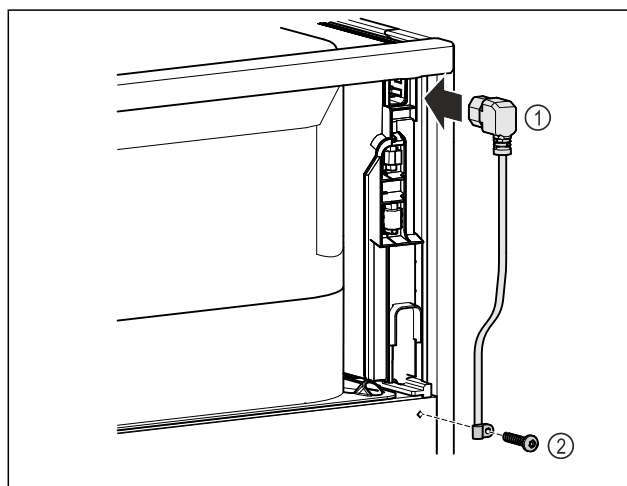

Fig. 9
- ▶ Futni spinën e pajisjes ftohëse të kordonit të lidhjes elektrike Fig. 9 (1) në pjesën e pasme të pajisjes.
- ▶ Montoni fiksuesin e kabllës. Fig. 9 (2)